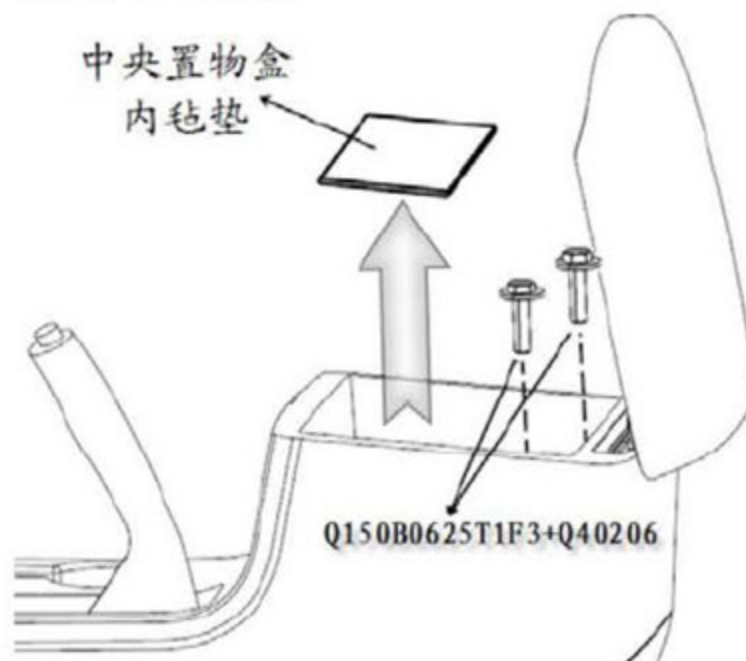

图6-2-8 副仪表板固定螺栓的拆卸
(3) 从储物盒中取出中央置物盒内毡垫（有装配时），用长柄10号六角套筒将固定副仪表板本体与地板的两个螺栓（Q150B0625T1F3+Q40206六角头螺栓和大垫圈组合件）松开并取出螺栓，再将扶手放回到原来状态。如图6-2-8所示；